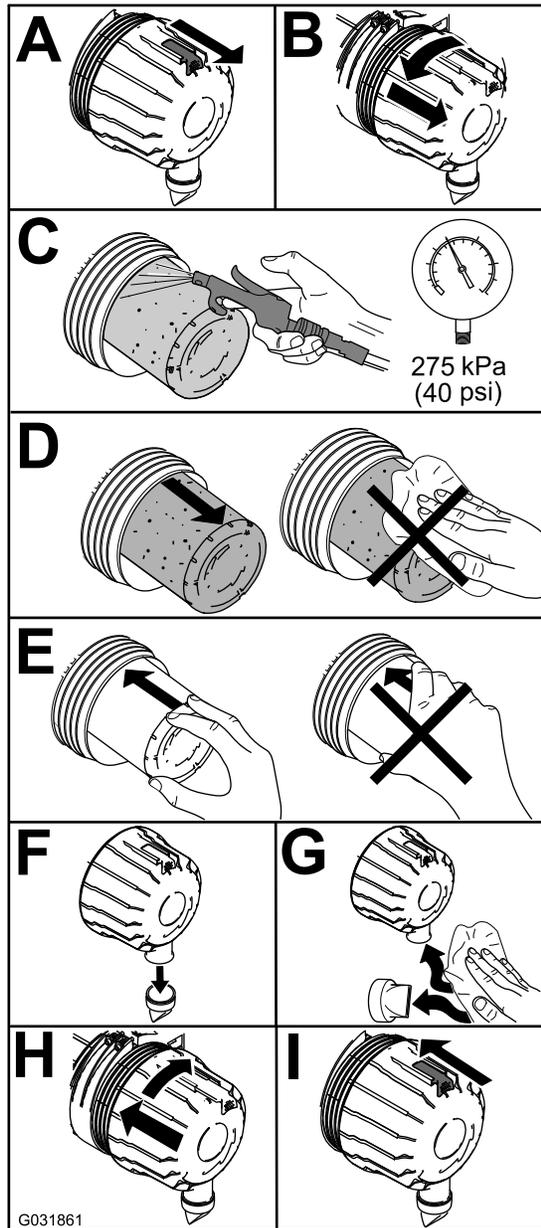

Figura 48
1. Substitua o filtro do ar primário (Figura 48).